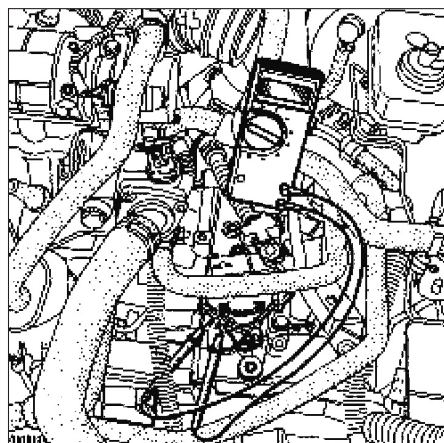

FIG. 8
- Utiliser un ohmmètre et placer les pointes de touches de celui-ci sur les languettes de contrôle de position du contacteur multifonction (fig. 8)